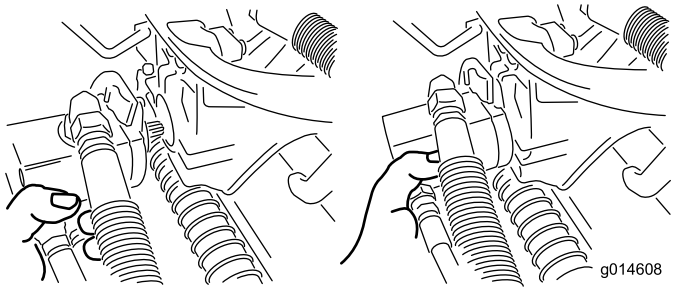

Bild 47
3. Legen Sie den Motor am Aufbewahrungsort vorne am Aufhängearm ab (Bild 47).